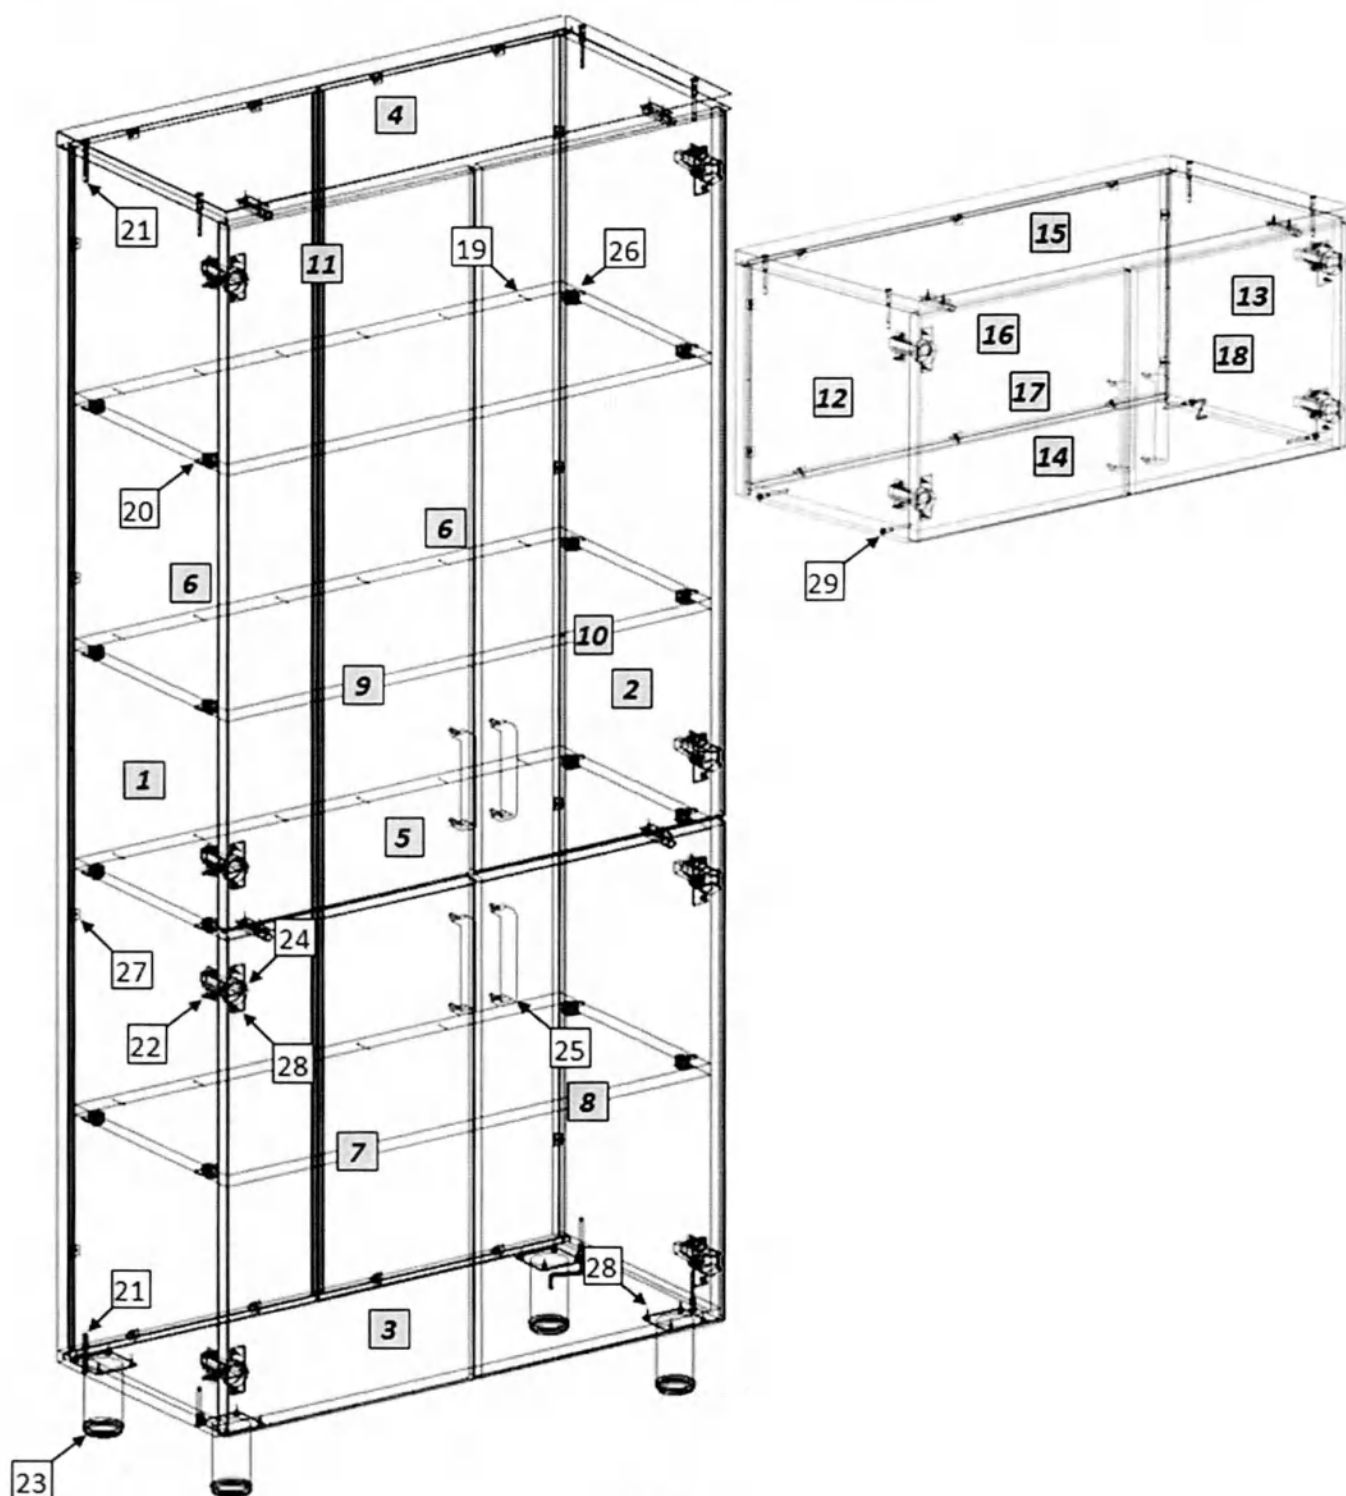

Рис. 1
1. Внимательно ознакомьтесь со схемой сборки, изображённой на рис. 1, сверяясь со спецификацией на изделие. Согласно схеме и спецификации определите расположение деталей в изделии и порядок их сборки. Сборка производится на ровном полу, укрытом материалом, предотвращающим повреждение покрытия пола и деталей мебели. Подготовьте необходимые для сборки инструменты – плоскую и крестовую отвёртки, молоток, рулетку или линейку.
2. На боковых стенках (1,2) установите ввинчиваемые дюбели эксцентриковых стяжек (13). Установите монтажные планки петель (15). На горизонтальных стенках (5) установите эксцентриковые стяжки (19). Евровинтами (14) соедините боковые стенки (1,2) с горизонтальной нижней стенкой (3) и крышкой (4), установив в пазы задние стенки (6). В стык задней стенки устанавливается соединительный профиль (9). Закрепите задние стенки в пазах уголками (20). Установите и закрепите горизонтальные стенки (5), гвоздями (12) зафиксируйте к ним задние стенки на горизонтальной нижней стенке (3) шурупами (21) закрепите опоры (16).
3. На дверях (7,8,9,10) шурупами 4x16 (21) закрепите петли (17), установите ручки (18). Закрепите двери к боковым стенкам шкафа. Отрегулируйте положение дверей винтами петель.